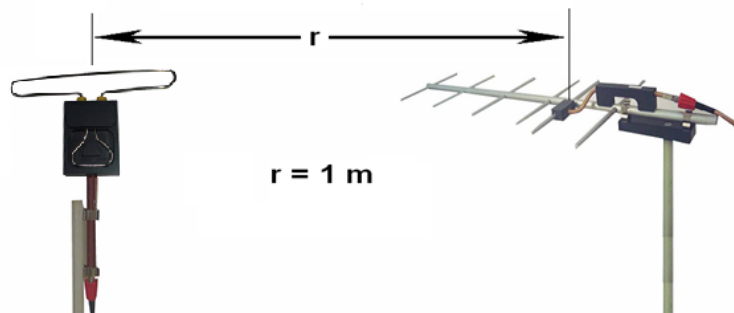

Figura 5.14 Antenas enfrentadas, r distancia entre las antenas
G. Separé las antenas una distancia $r=1\text{m}$, luego ajústalas para que queden enfrentadas y a la misma altura. (ver Figura 5.14)